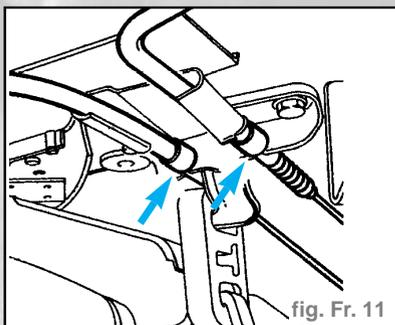

fig. Fr. 11
- Si l'opération s'avérait difficile, débrancher le câble à l'endroit indiqué dans la figure (fig. Fr. 11).